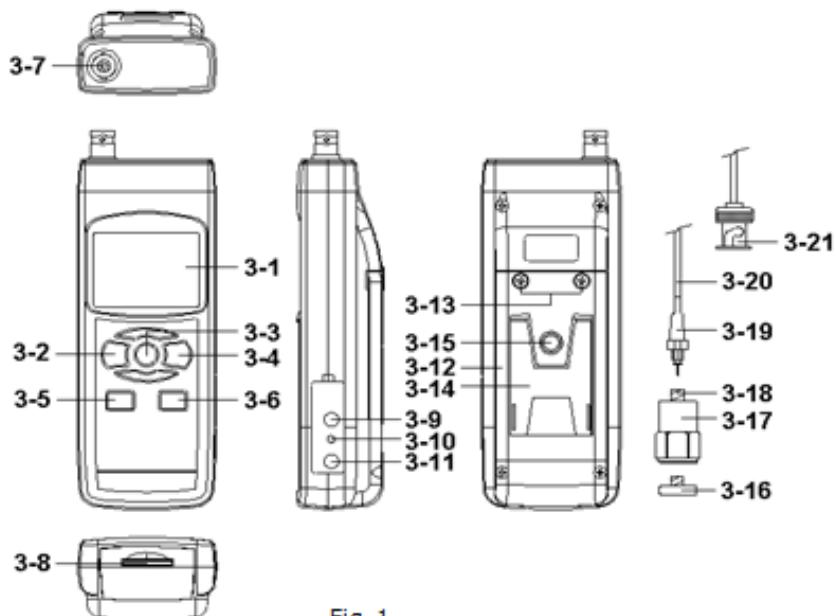

Fig. 1
Tecla zero	Baixo a medição de aceleração (RMS), sensor de movimento, pressione a tecla registrador (3-6, Fig. 1) > 5 segundos.
Tecla reiniciar Máx. Hold	Baixo as medições Máx. hold , pressione a tecla registrador (3-6, Fig. 1)> 5 segundos
- 1) Ligue o medidor pressionando a tecla "Power" (3-2, Fig. 1) durante um instante.
- Pressione a tecla "Power" (3-1, Fig. 1) de maneira contínua e durante > 2 segundos será desligado o medidor.
- 2) Conecte a tomada "cabo conector BNC" (3 – 21, Fig. 1) na "tomada de entrada BNC" (3 – 7, Fig. 1)
- Por favor, não utilizar o dedo ou as mãos para tocar o "cabo sensor" (3-20, Fig. 1).
Escolha a unidade desejada no monitor pressionando a "tecla unidade" (3-4, Fig. 1) de maneira contínua (sem soltar a tecla), no monitor serão exibidas as seguintes unidades de Aceleração/Velocidade/Deslocamento em sequência.
Escolha a função desejada (RMS, Pico, Máx. HOLD) pressionando a "tecla função" (3-3, Fig. 1). Continuamente (sem soltar a tecla), até ser exibido no monitor a função desejada (RMS, Máx. HOLD, Pico), depois solte a "tecla de função" (3-3, Fig. 1). Para conhecer os procedimentos detalhados, por favor, veja no capítulo 4-1.
Quando estiverem executando a função Máx. Hold e pressionarem a tecla "LOGGER-Registador" (3-6, Fig. 1) de forma contínua durante pelo menos 5 segundos, eliminarão o valor Máx. hold existente.
- 1) O sensor de vibração está pronto, conecte a "tomada do cabo" (3-21, Fig. 1) na "tomada de entrada" (3-7, Fig. 1).
- 4) Pressione a tecla "LOGGER - registrador" (3-6, Fig. 1) de forma contínua durante pelo menos 5 segundos e o monitor será posicionado em zero.
Durante a medição, pressione a tecla "Hold" (3-3, Fig. 1) uma vez e o valor da medição será congelado e o monitor mostrará o símbolo "HOLD".
- 1) A gravação de dados grava as leituras máximas e mínimas. Pressione a tecla "REC" (3-4, Fig. 1) uma vez para iniciar a função de registro de dados e será mostrado o símbolo "REC" no monitor.
- a) Pressione a tecla "REC" (3-4, Fig.1) uma vez, o símbolo "REC MÁX" aparecerá justo ao valor máximo no monitor.
Se dejsar eliminar o valor máximo, pressione a tecla "Hold" (3-3, Fig. 1) uma vez, na continuação o monito mostrará o símbolo "REC" e será executada a função de memória de forma contínua.
- b) Pressione a tecla "REC" (3-4, Fig. 1) outra vez, o símbolo "REC MIN" aparecerá junto com o valor mínimo no monitor.
Se dejsar eliminar o valor mínimo, pressione a tecla "Hold" (3-3, Fig. 1) uma vezm o monitor mostrará o símbolo "REC" e será executada a função de memória de forma contínua.
Quando for ligar o medidor, a "luz de fundo do LCD" acende de automaticamente. Durante a medição, pressione a "tecla luz de fundo" (3-2, Fig. 1) uma vez para desligar a "luz de fundo do LCD".
Prepare o "cartão de memória SD" (de 1 G a 16 G, opcional), insira o cartão de memória SD na "entrada para o cartão de memória SD" (3-8, Fig. 1)
Pressione a tecla "REC (3-4, Fig. 1) uma vez, o LCD mostrará "REC", na continuação pressione a tecla "Logger-registrador" (3-6, Fig. 1), o símbolo "REC" irá piscar, ao mesmo tempo em que os dados de medida junto com a informação da hora serão guardados no circuito de medição.